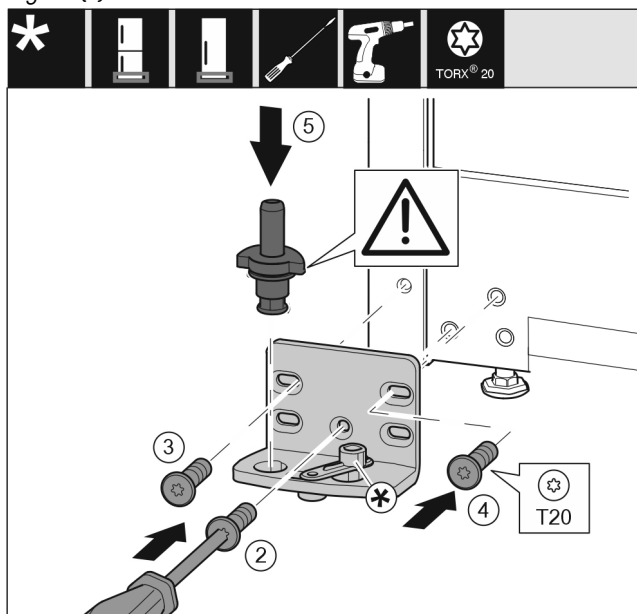

Fig. 13
- Poser le support de palier de l'autre côté et le visser à l'aide d'un tournevis T20. Commencer par la vis 2 en bas au milieu. Fig. 13 (2)
- Visser les vis 3 et 4. Fig. 13 (3,4)
- Mettre en place l'axe de palier complet. Veiller à ce que l'ergot d'enclenchement soit orienté en arrière. Fig. 13 (5)